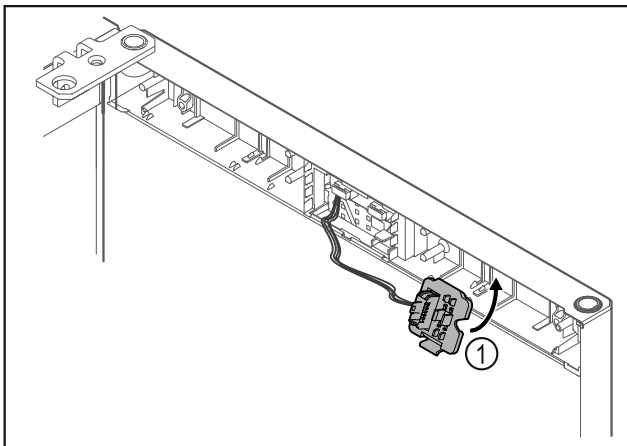

Fig. 23
- ▶ Accrocher le support de connecteur Fig. 23 (1) de l'autre côté.